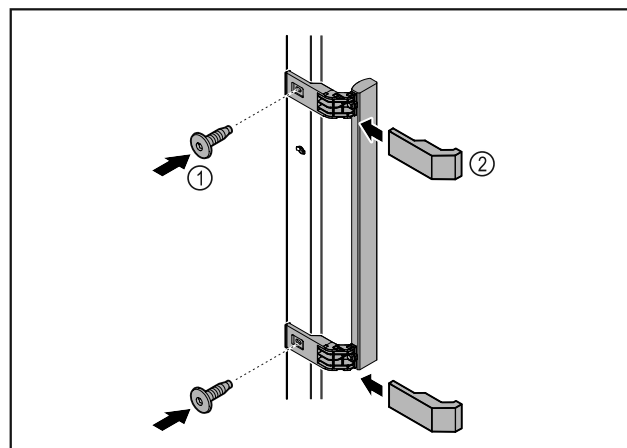

Fig. 64
- Madlo z přiloženého příslušenství upevněte na dveře pomocí přiložených šroubů Fig. 64 (1).
- Nasadte kryt Fig. 64 (2).